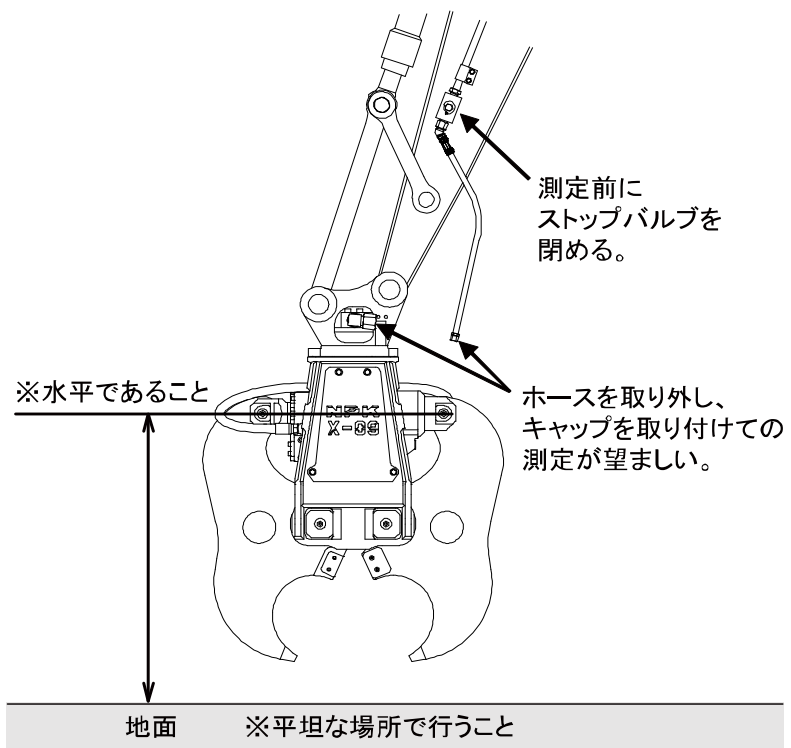

図7-2-1 開閉シリンダーの伸縮量測定1
① エンジンを始動させ、アタッチメントの姿勢が図7-2-1および7-2-2の状態になるよう調整する。
② アタッチメントのアーム、ドライブアームを最大開口まで開く。
③ エンジンを停止させ、ストップバルブを閉める。